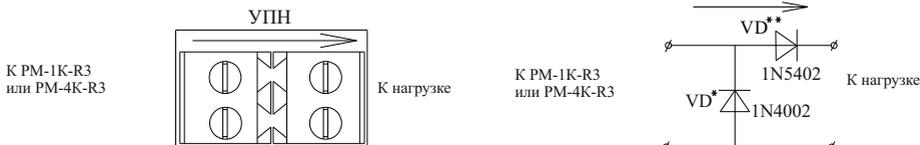

Рисунок 2
4.5 УПН состоит из диодов, установленных на плату с клеммными колодками (рисунок 2).
В выключенном состоянии контроль осуществляется через диод VD \* УПН (рисунок 2).